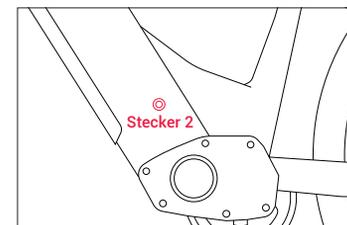

Abbildung 2
Schritt 3: Entfernen Sie die Gummiabdeckung der Ladebuchse und stecken Sie den Gleichstromstecker (Stecker 2) des Ladegeräts in die Akkuladebuchse (Abbildung 2).